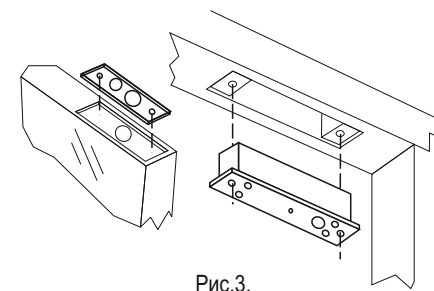

Рис.3.
3. Чтобы магнитный датчик замка работал хорошо, пожалуйста, убедитесь, что дверная рама и дверное полотно находятся на одной вертикали, а зазор между ними составляет менее 8 мм рис.3.